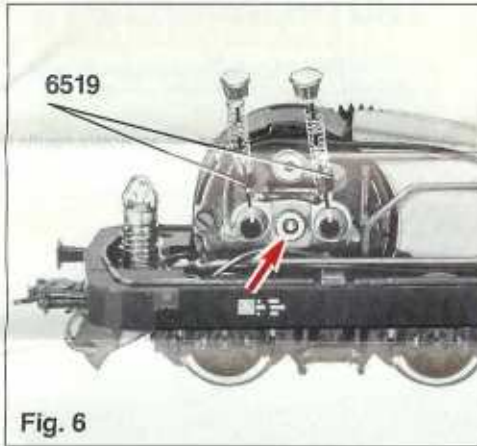

Fig. 6
**Kohlenwechsel:** Der Motor ist in einem Drehgestell der Lok eingebaut. Kohlenrohrkappen abziehen. Ersatz-Kohlen mit Feder einsetzen (Fig. 6).
**Changing Brushes:** The motor is mounted on the bogie. Pull off the retaining caps. Insert new brushes and springs (fig. 6). The wheels are fitted with traction tyres.
**Remplacement des balais:** Le moteur est incorporé dans un des bogies. Retirer les capuchons de porte-balais. Placer un nouveau balais avec son ressort (fig. 6).
**Koolborstel wisselen:** De motor is in een draaistel van de loc ingebouwd. De beschermkap van de koolborstel wegnemen en nieuwe koolborstel met veer plaatsen (fig. 6).
**Kolbyte:** Motorn är monterad i en av boggierna på locket. Dra av kolhattarna. Montera kol med fjäder (fig. 6).
**Cambio carboncino:** Il motore è montato in un carrello della locomotiva. Togliere i cappucci dai tubi del carboncino. Collocare il carboncino di sostituzione con una molla (fig. 6).